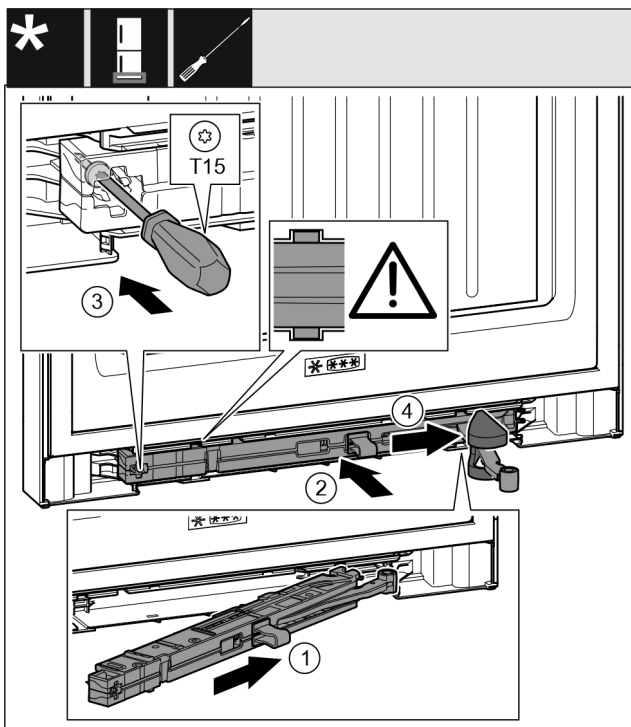

Fig. 66
- ▶ Вставьте узел амортизатора закрывания двери Fig. 66 (1) в выемку со стороны опорного кронштейна под наклоном до упора.
- ▶ Полностью вставьте узел амортизатора закрывания двери Fig. 66 (2) в выемку.
- ▶ Затяните винт Fig. 66 (3) отверткой.
- ▶ Переместите крышку Fig. 66 (4) над шарниром.